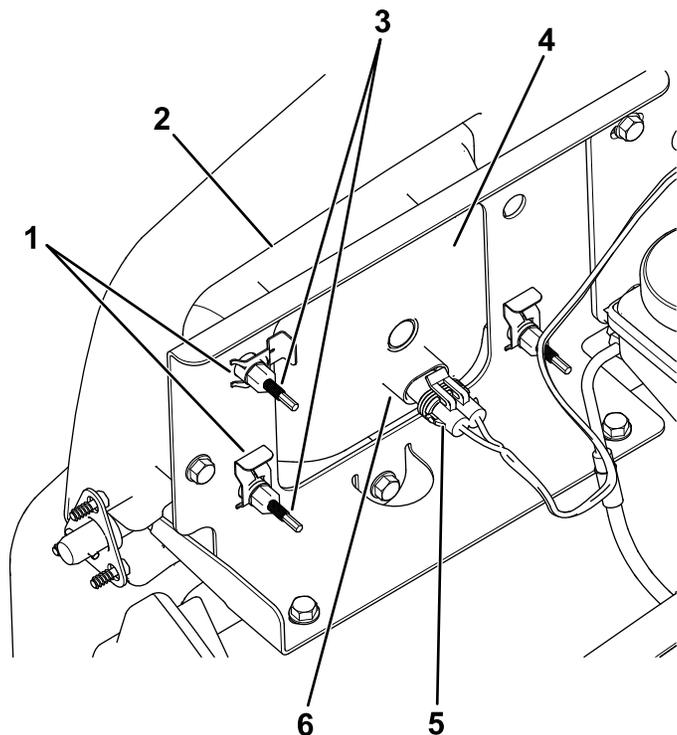

図 48
3. ランプアセンブリのコネクタから、ハーネス用のコネクタを外す **図 48**。
4. ヘッドライトをヘッドライトブラケットに固定しているスピードクリップを外す **図 48**。
5. ヘッドライトアセンブリ全体を前に押し出して、前バンパーから外す **図 48**。
6. 取り付け穴に新しいヘッドライトを取り付ける **図 48**。
8. ハーネス用のコネクタを、新しいランプアセンブリのコネクタに接続する **図 48**。
5. ヘッドライトアセンブリの裏側部分にある調整ねじ **図 48**を回してヘッドライトアセンブリの角度を変えてビームの方向を調整する。